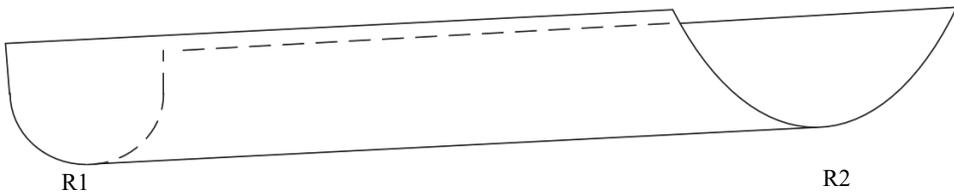

图 4-57 R1和R2位置
3. 如果被测表面不会沿着扫查轨迹发生变化，则可以使用相同的参考来设置闸门的起始和终止位置。如果被测表面沿着扫查线发生变化，则使用位置R1和R2（参见第146页的图 4-57）作为第147页的4.步骤到第149页的9.步骤的参考。在示意图中，R1处的曲面半径比R2处的曲面半径小。
- 将探头放置在样件的R1位置上，如第146页的图 4-57所示。如果样件形状没有变化，则使用样品上任何干净的位置。